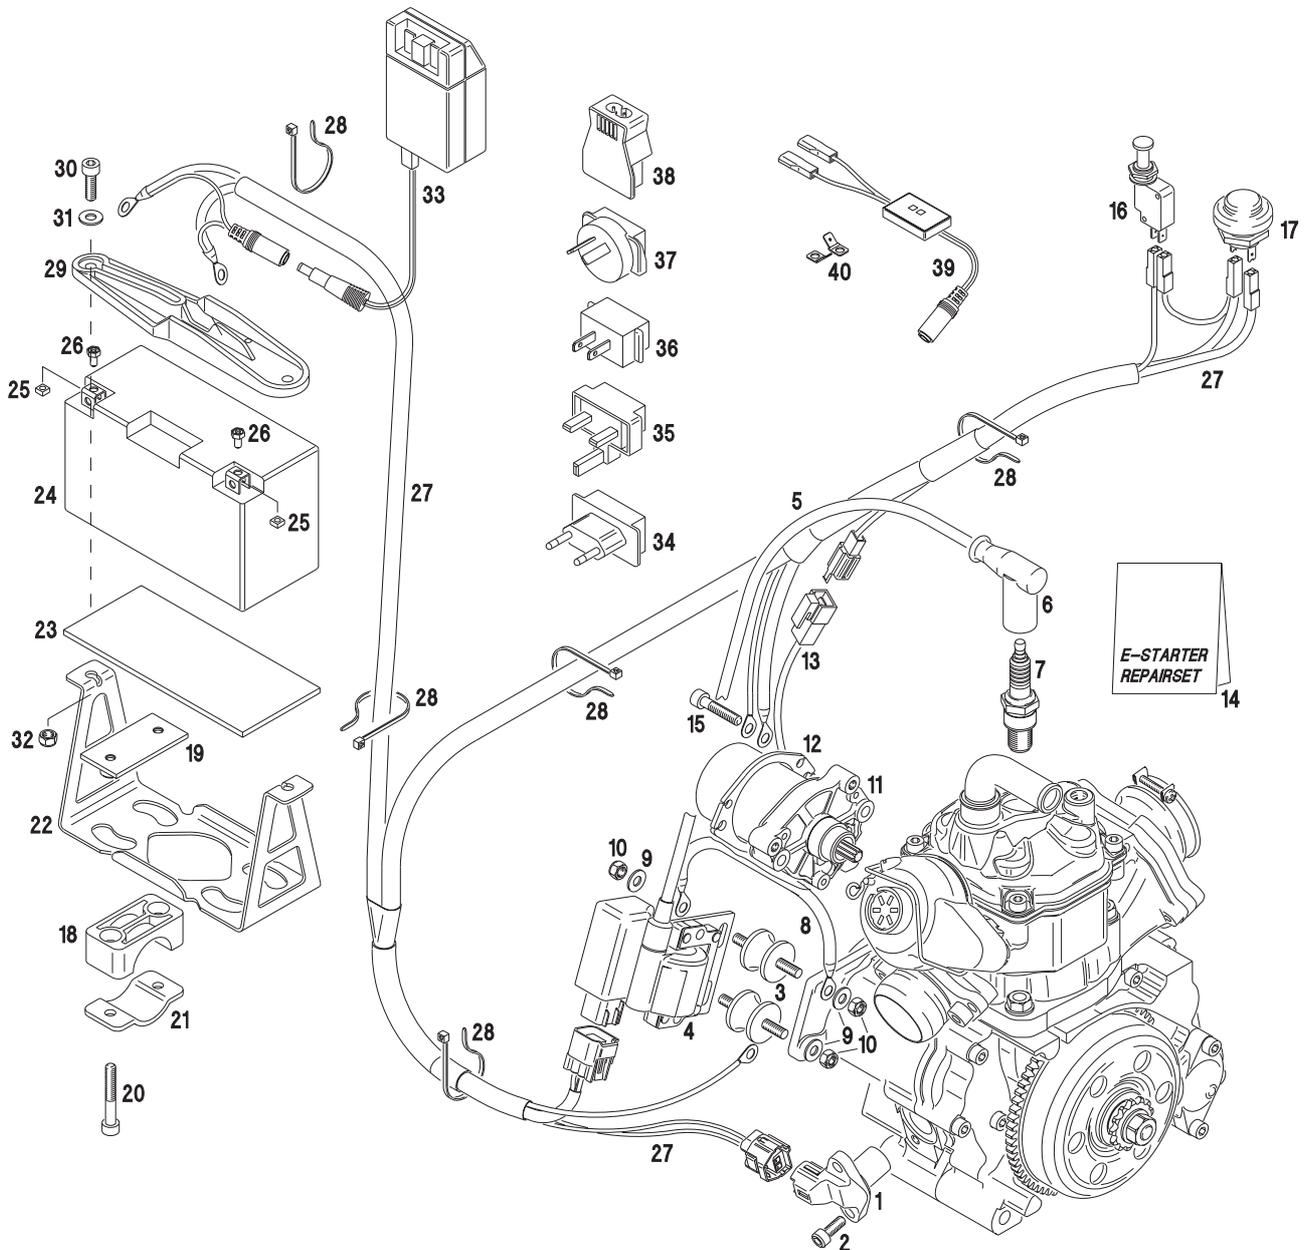

Bild 5
Für eine ausgewogene Gewichtsverteilung wird empfohlen, die Batterie entweder hinter dem Fahrersitz, links neben dem Fahrersitz oder vorne vor dem Kraftstofftank zu montieren. Zur fachgerechten Befestigung der Batterie am Rahmen wird von ROTAX im Zubehörkarton eine entsprechende Halterung für die Batterie mit den Anschlußteilen serienmäßig mitgeliefert (siehe Bild 5, Pos. 20)
→ Die elektrischen Anschlüsse entsprechend der Illustration (Bild 5) herstellen.
- ➔ Zündspule mit den Befestigungskomponenten (2 x Rundpuffer Pos. 3, 4 x Scheibe Pos. 9 und 4 x Sicherungsmutter Pos. 10) entsprechend der Illustration (siehe Bild 5) am Getriebedeckel befestigen.